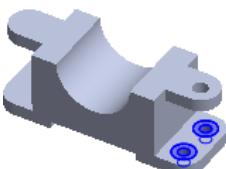
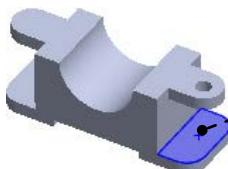
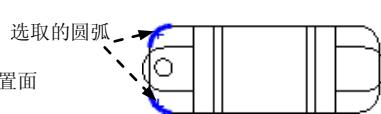

图 5.23.12 沉孔 1
图 5.23.13 定义孔的放置面
图 5.23.14 定义孔的位置
Step6. 创建如图 5.23.12 所示的零件特征——沉孔 1。
(1) 选择命令。选择 **插入(I)** → **特征(E)** → **孔向导(W)...** 命令，系统弹出“孔规格”对话框。
(2) 定义孔的位置。单击“孔规格”对话框中的 位置 选项卡，选取如图 5.23.13 所示的模型表面为孔的放置面，在合适的位置单击以放置孔（两个）；完成上步操作后，在图形区中右击，在系统弹出的快捷菜单中选择 选择(X) 选项；按住 Ctrl 键，依次选取沉孔 1 和其相邻的圆弧（图 5.23.14）建立同心约束；单击该对话框中的 按钮，完成沉孔 1 的创建。